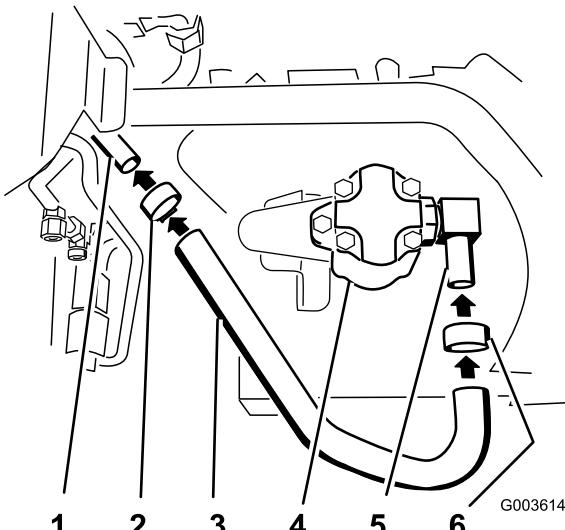

Bild 27
Hydraulikpumpe befestigt ist (Bild 27 und Bild 31).
3. Ziehen Sie eine Schlauchklemme um den Schlauch und den Krümmer fest (Bild 27).
4. Schließen Sie den großen Hydraulikschlauch an der Hydraulikleitung Nummer 3 an (Bild 27).
5. Ziehen Sie die Schlauchklemme um den Schlauch und die Hydraulikleitung Nummer 3 fest (Bild 27).